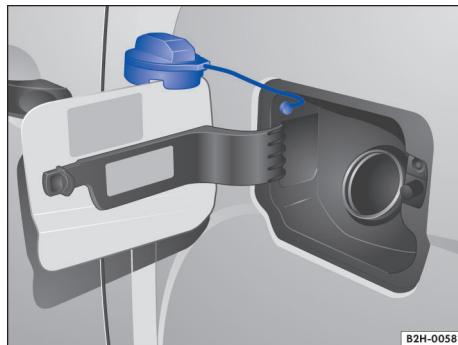

Fig. 140 No lado esquerdo do veículo: portinhola do tanque com tampa do tanque aberta.
- Girar a tampa do tanque para fora e introduzi-la na abertura prevista na portinhola do tanque → Fig. 140.